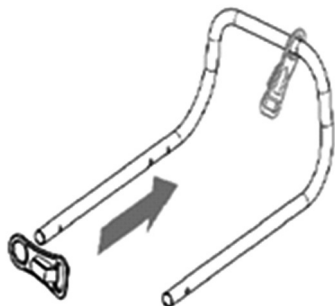

Рис. 2 Установка кронштейна крепления кабеля
2. Перед сборкой рукоятки установите кронштейн крепления кабеля на верхней части, как показано на Рис. 2.
Во избежание преждевременного выхода кабеля включения из строя закрепите удлинитель с помощью кронштейна для крепления кабеля (Рис. 2).